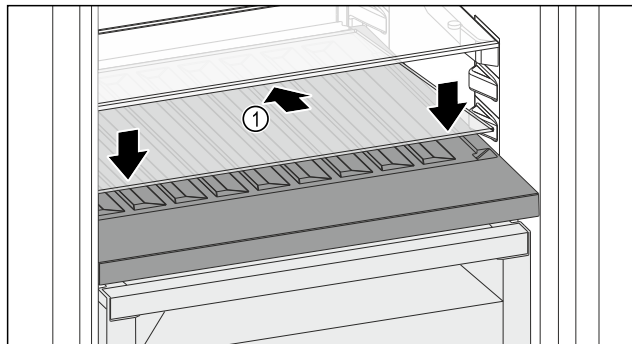

Fig. 99
- ▶ Posizionare il ripiano di vetro Fig. 99 (1) inclinato indietro e verso il basso.
- ▶ Abbassare la parte anteriore del ripiano di vetro Fig. 99 (1).